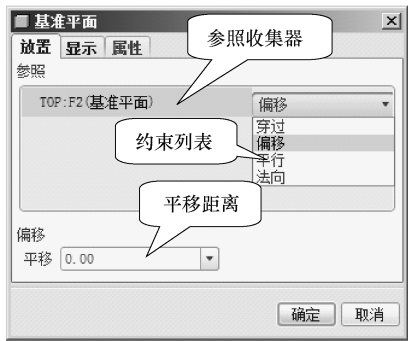

图 5-10 创建基准面
(1) 单击【基准】工具栏中的【基准面】按钮，弹出【基准平面】对话框，其中包括【放置】、【显示】和【属性】3个选项卡。下面使用【放置】选项卡创建基准面，如图5-10所示。
(2) 在图形区选择参照，此时在【基准平面】对话框中的参照收集器中出现已选择的参照列表，并在参照名称后面出现约束列表，从中选择符合要求的约束，如图5-10所示。
(3) 如果使用的约束是【偏移】，在参照收集器下面会出现不同的项目和组合框。根据选择参考的情况，用户可以选择偏移的方向，也可以输入平移的距离或旋转的角度。
● 参照选择平面或者基准面，约束选择【偏移】时，出现【平移】组合框，在其中可以选择或者输入基准面相对于参照的距离，如图5-10所示。